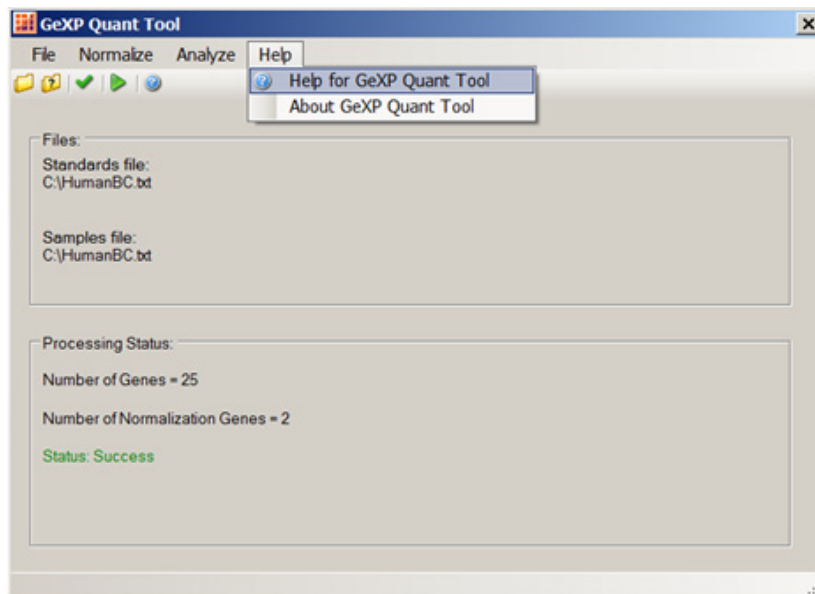

图 7.45 访问 GeXP 定量工具的帮助
- 如果出现错误，请打开“Help”（帮助）（如图 7.45 所示），以确定可能导致错误的根本原因。